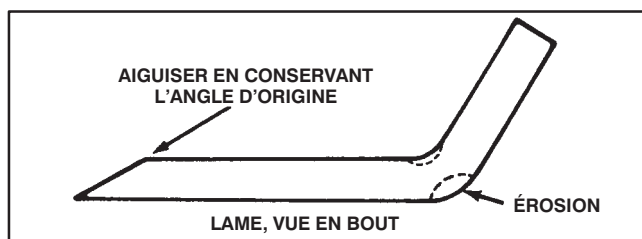

Figure 16
Vérifier la lame de coupe chaque fois qu'on redresse la machine sur l'arrière. Si le boulon de fixation de la lame est desserré, le resserrer à 61-81 Nm. Si la lame ou les bords relevés (Fig. 16) à l'extrémité de la lame sont usés, érodés ou fendus, remplacer la lame. Remplacer la lame également si elle est tordue ou déséquilibrée. Toujours utiliser de vraies lames de rechange TORO pour assurer la sécurité et l'obtention de performances optimales. **NE JAMAIS UTILISER D'AUTRES LAMES.**
7. A l'aide d'une lime, aiguiser le tranchant aux deux extrémités de la lame (Fig. 16).
7. Profiter de la position de la machine pour vérifier l'état de la lame (Fig. 16).